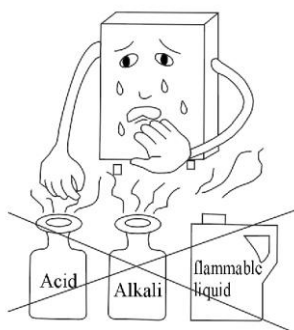

Fig. 13
- Non disporre oggetti infiammabili quali asciugamani o vestiti sull'uscita o sull'ingresso dell'aria. (Fig. 13).